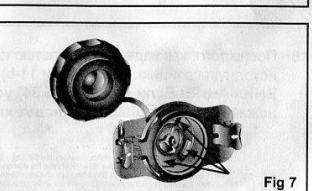

Fig 7
**Внимание: Не следует удерживать резиновую диафрагму. (Рис. 7).**